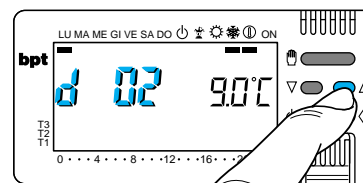

Fig. 56
10.6- Premere il pulsante ▽ oppure △ (fig.56) sino a raggiungere il numero di giorni desiderato da 1 a 99. Nel conteggio dei giorni è compreso anche quello in cui viene effettuata la programmazione (quindi il residuo del giorno in cui si effettua l'operazione viene conteggiato come 1 giorno).